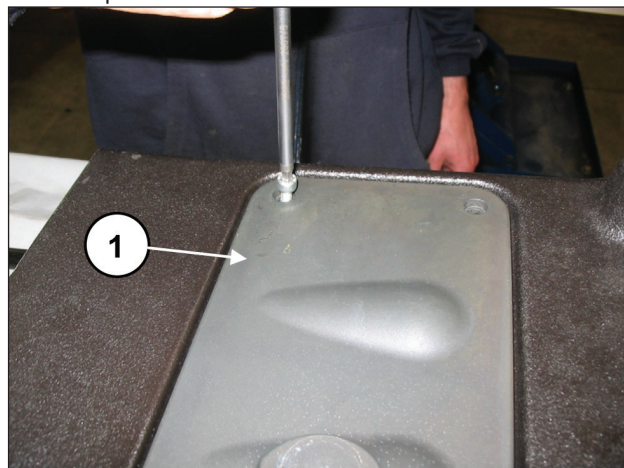
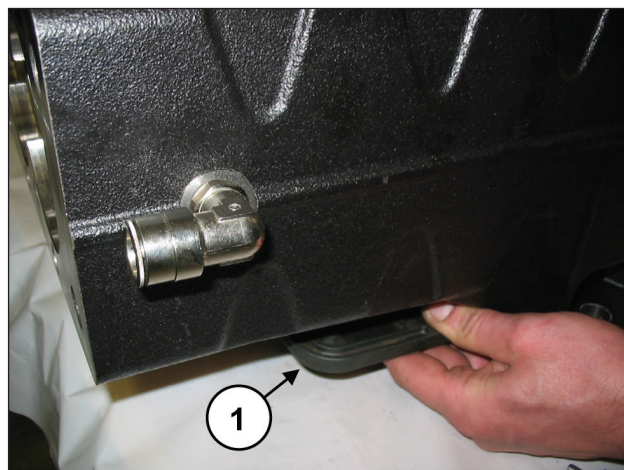

Fig. 120
Fig. 121
Déposer les couvercles d'inspection supérieur (rep. ①, Fig. 120) et le couvercle d'inspection inférieur (rep. ①, Fig. 121) en dévissant les 4+4 vis de fixation. Dégager les joints toriques et les remplacer si nécessaire.